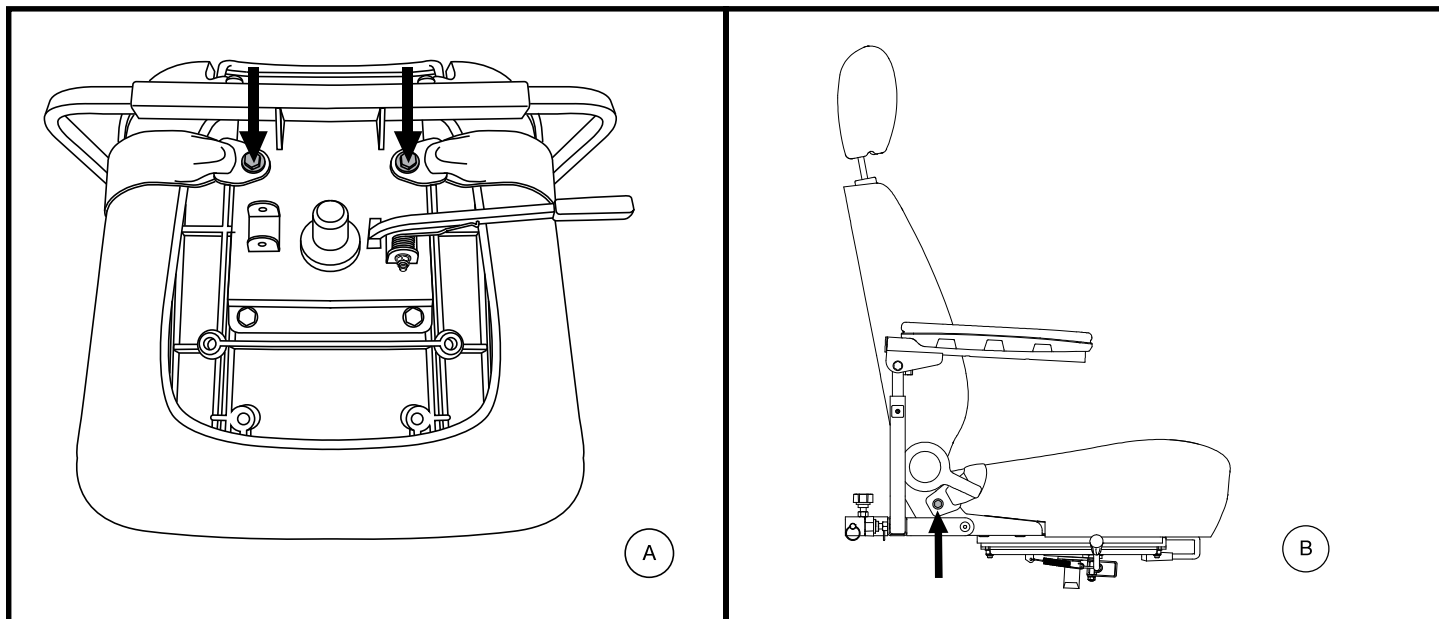

Figura 25. Bulloni per cinture di sicurezza
La seduta del scooter può essere dotata di cinture di sicurezza regolabili. **Vedere figura 25.** La cintura di sicurezza è stata progettata per garantire un maggiore supporto all'utente ed evitare che scivoli in avanti o indietro sulla seduta. La cintura di posizionamento non è concepita come dispositivo di contenimento.
2. Posizionare la seduta a testa in giù per poter lavorare sulla base della seduta. **Vedere figura 25.**